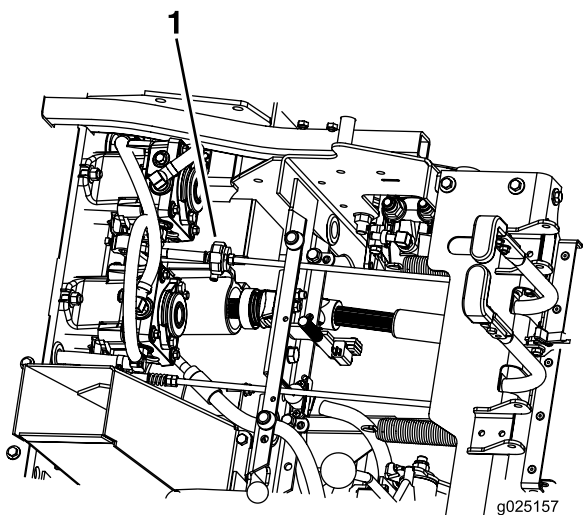

Figura 52
7. Compruebe que la máquina no se desplace en punto muerto con el freno de estacionamiento quitado (Figura 52).